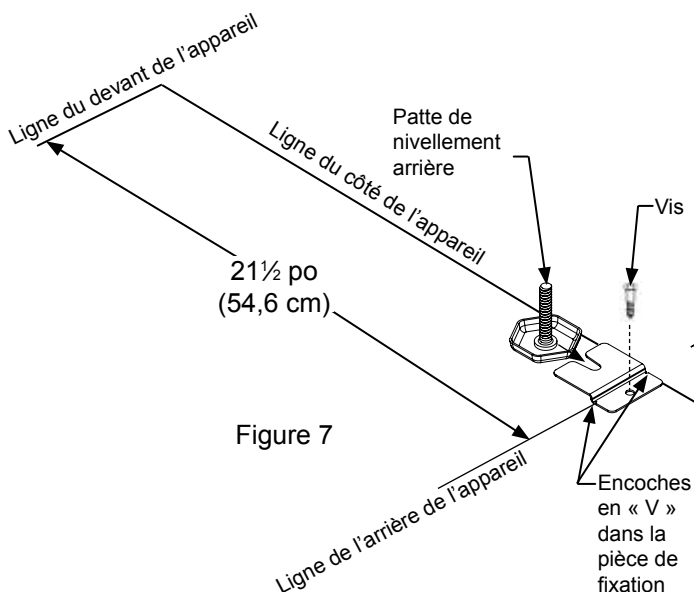

Figure 7
- 3) Assurez-vous de placer le réfrigérateur à l'endroit souhaité, puis marquez sur le plancher le coin correspondant aux parties arrière et latérale de l'appareil, à l'endroit où la pièce de fixation antibasculement sera installée. Si l'installation ne permet pas de marquer le coin arrière de l'appareil, tracez des lignes temporaires sur le plancher pour marquer le coin avant de l'appareil, en excluant le tiroir. Glissez le réfrigérateur hors de son emplacement. À partir de la ligne temporaire, prolongez la ligne de paroi latérale de 21 $\frac{1}{2}$ po (54,6 cm) vers l'arrière, comme illustré dans la Figure 7.
- 5) Fixez la pièce de fixation antibasculement au plancher en utilisant la vis fournie. (Voir Figure 7).